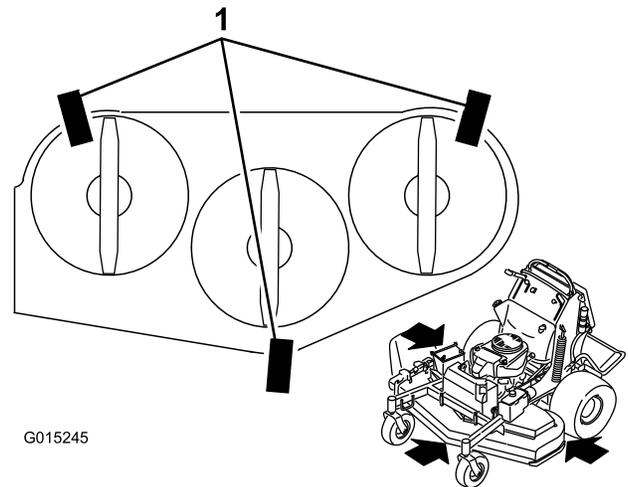

Bild 85
1. Legen Sie 3 Holzstücke (2x4) unter das Mähwerk, siehe Bild 85. Stellen Sie die 2x4-Holzstücke auf die 4-Zoll-Seite.